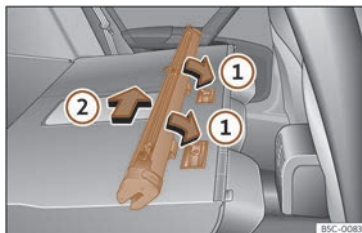

Fig. 136 Muntar la xarxa de separació en els respallers del seient posterior.
- Poseu la carcassa de la xarxa en els rebaixos dels carrils de subjecció en el sentit de les fletxes >>> **fig. 136 ①**.
- Empenyeu la carcassa cap al costat esquerre del vehicle en el sentit de la fletxa >>> **fig. 136 ②** i fins al límit.
- Estireu la carcassa de la xarxa aproximadament 5 cm en el sentit contrari de la fletxa »» fig. 136 ②.
- Traieu la carcassa dels carrils de subjecció tibant en el sentit contrari al de les fletxes »» fig. 136 ①.